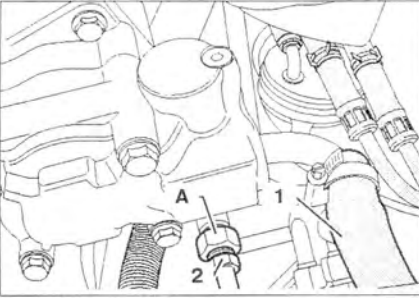

Рис. 7.25. Отсоедините нагнетающий трубопровод 2, открутив резьбовое соединение А.
9. Отсоедините нагнетающий трубопровод 2, открутив резьбовое соединение А (рис. 7.25).